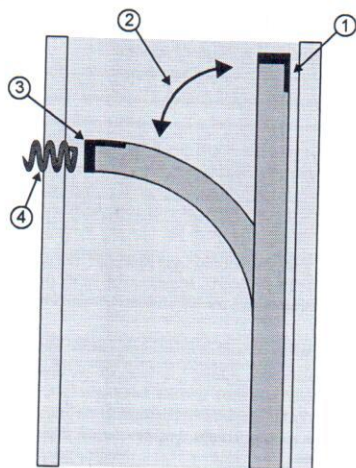

Рисунок 6. Направление отклонения направляющего устройства относительно прямого маркера
Примечание: Маркер «С» на дистальном кончике направляющего устройства образован рентгеноконтрастным материалом, который находится только возле части периметра просвета. Этот маркер имеет вид символа «С», когда он направлен к усилителю изображения, вид сплошной линии, когда он направлен в поперечном направлении относительно усилителя изображения, а также вид символа «С» когда он направлен от усилителя изображения. Маркер «С» помогает правильно расположить направляющее устройство относительно графта и аорты в соответствующей области имплантации EndoAnchor. Прямой рентгеноконтрастный маркер на дистальном кончике направляющего устройства перед отклонением. В латеральной проекции, расположите прямой рентгеноконтрастный маркер на противоположенной стороне от предполагаемой поверхности разворачивания. При повороте регулятора направителя, кончик направляющего устройства будет отклоняться в обратном направлении относительно прямого маркера. Рекомендуется производить установку имплантата EndoAnchor во время наблюдения за направляющим устройством в латеральной проекции относительно усилителя изображения (маркер «С» должен выглядеть как сплошная линия, проходящая параллельно графту и стенке аорты, как показано на рис. 6).
2. Расположите направляющее устройство в желаемом месте для размещения имплантата EndoAnchor (см. рис. 6).